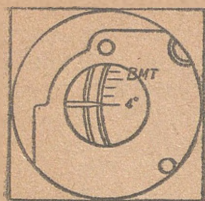

Рис. 84. Установка зажигания по метке
4. Убедившись, что в первом цилиндре началось сжатие, продолжать поворачивать вал двигателя до совпадения стрелки, установленной на картере, с меткой на маховике «4°» (после того как метка в.м.т. пройдет стрелку, рис. 84).
При вращении коленчатого вала заводной рукояткой в момент совпадения стрелки с меткой «4°» (рис. 84) после в.м.т. хода сжатия первого цилиндра должна проскочить искра, как указано в п. 8. Только убедившись в том, что начало разрыва происходит не в этот момент, можно разрешить снять пломбу.